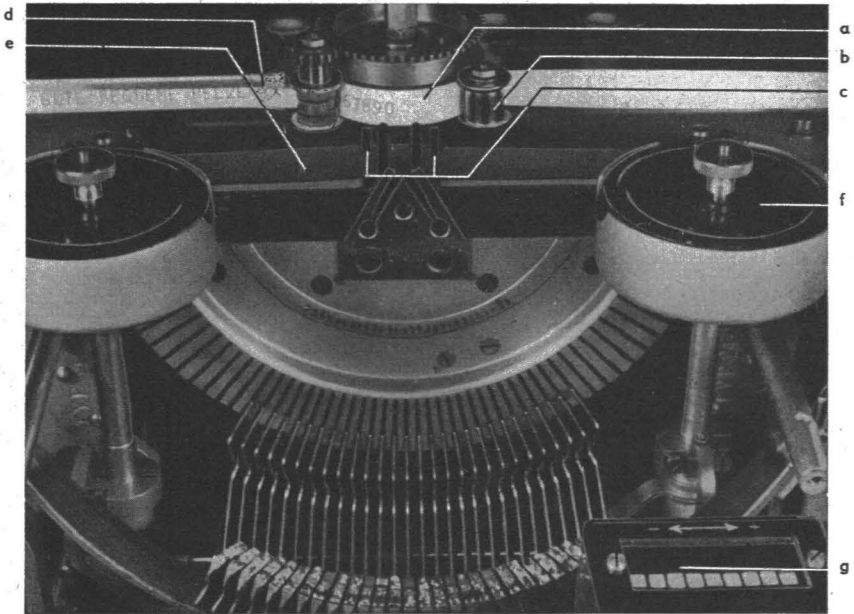

Bild 11
22. Kontrolle der eigenen Station (Bild 11).
c) Am Zungentachometer (Bild 11 und 12) die Tourenzahl des Motors kontrollieren, die mittlere Zunge (gelb) muß den größten Ausschlag zeigen, andernfalls Tourenzahl des Motors verändern. Das Einstellen der richtigen Tourenzahl erfolgt durch den auf der Motorenachse sitzenden Regler und hat nur bei laufendem Motor zu erfolgen, bis die mittlere Zunge (gelb) den größten Ausschlag zeigt.